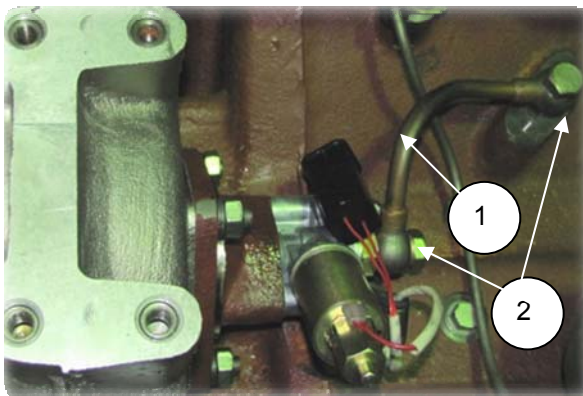

Рис. 2.10.1
1. Снять трубку подводящую (1), отвернув 2 болта М14 (S=19) (2) (рис. 2.10.1);